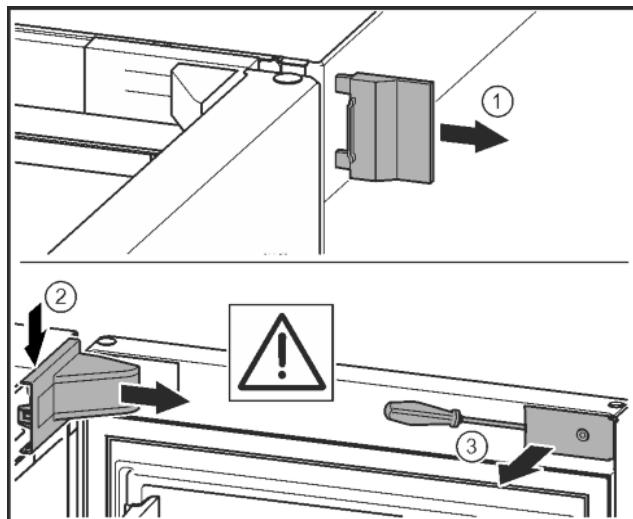

Fig. 8
- Зніміть зовнішню кришку. Fig. 8 (1)
- Звільніть і ослабте кришку опорного кронштейна. Зніміть кришку опорного кронштейна. Fig. 8 (2)
- За допомогою шліцевової викрутки звільніть від фіксатора та поверніть убік накладку. Fig. 8 (3)